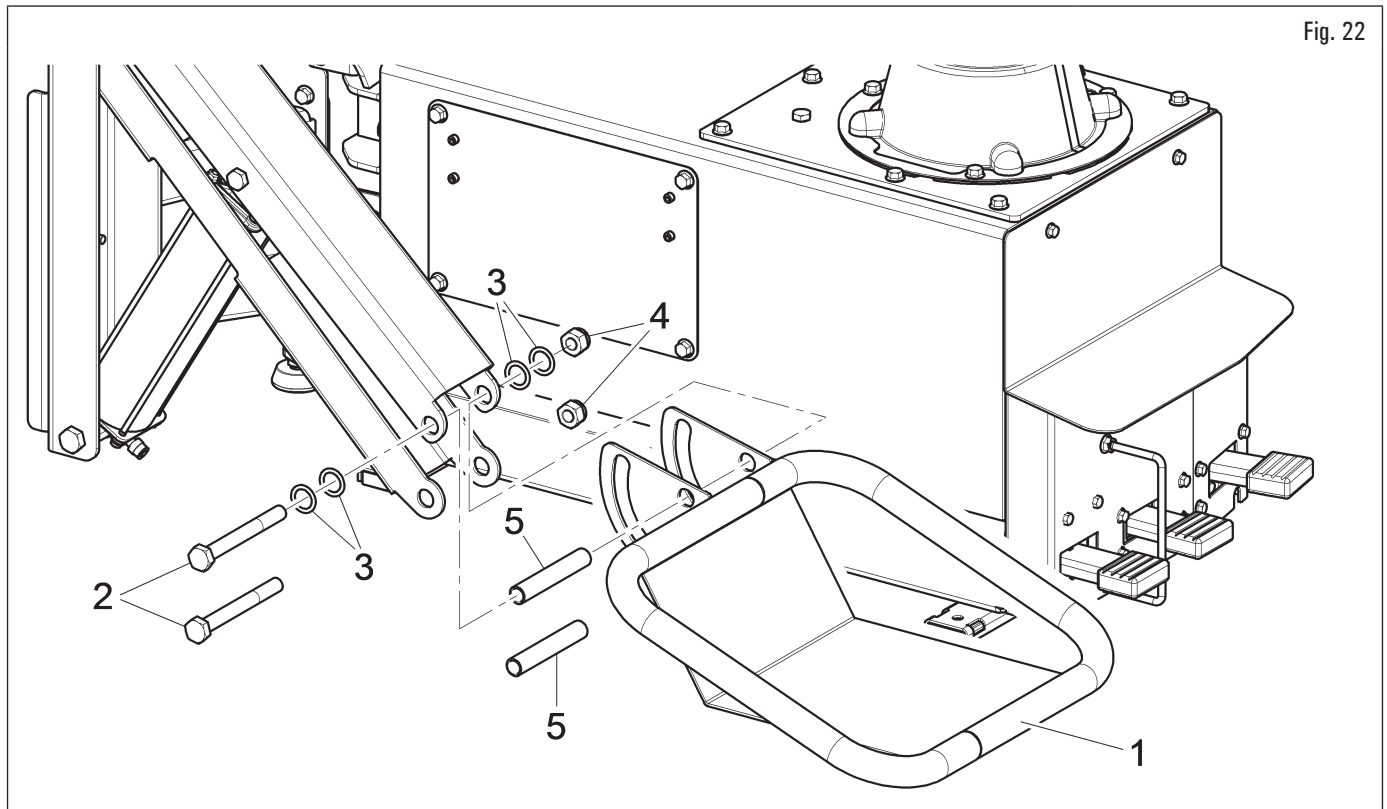

Fig. 22
1. Fissare il supporto ruota (Fig. 22 rif. 1) al telaio dello smontagomme utilizzando le viti (Fig. 22 rif. 2), le rondelle (Fig. 22 rif. 3), i dadi (Fig. 22 rif. 4) ed interponendo i tubi (Fig. 22 rif. 5), forniti in dotazione.